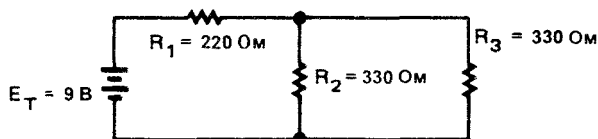

Рис. 7-6.
6. Какая мощность выделяется на каждом резисторе в цепи, изображенной на рис. 7-6?